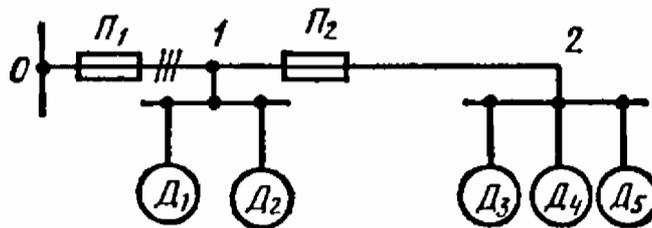

Рис. 17.31
17.31. Магистральная линия силовой сети 380 В питает пять короткозамкнутых асинхронных двигателей, установленных в сборочном цехе. Линия выполнена трехжильным кабелем с алюминиевыми жилами и резиновой изоляцией, проложена открыто (рис. 17.31).